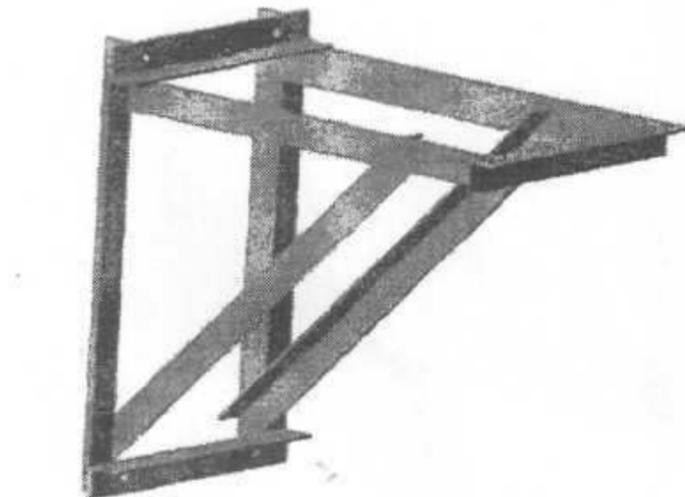

Рисунок 8
7.2 В состав монтажного комплекта входит "Рама" рисунок 8 для установки ВМ на опору ВЛ и набор крепежных элементов и метизов. Комплектность согласно упаковочной ведомости МК.